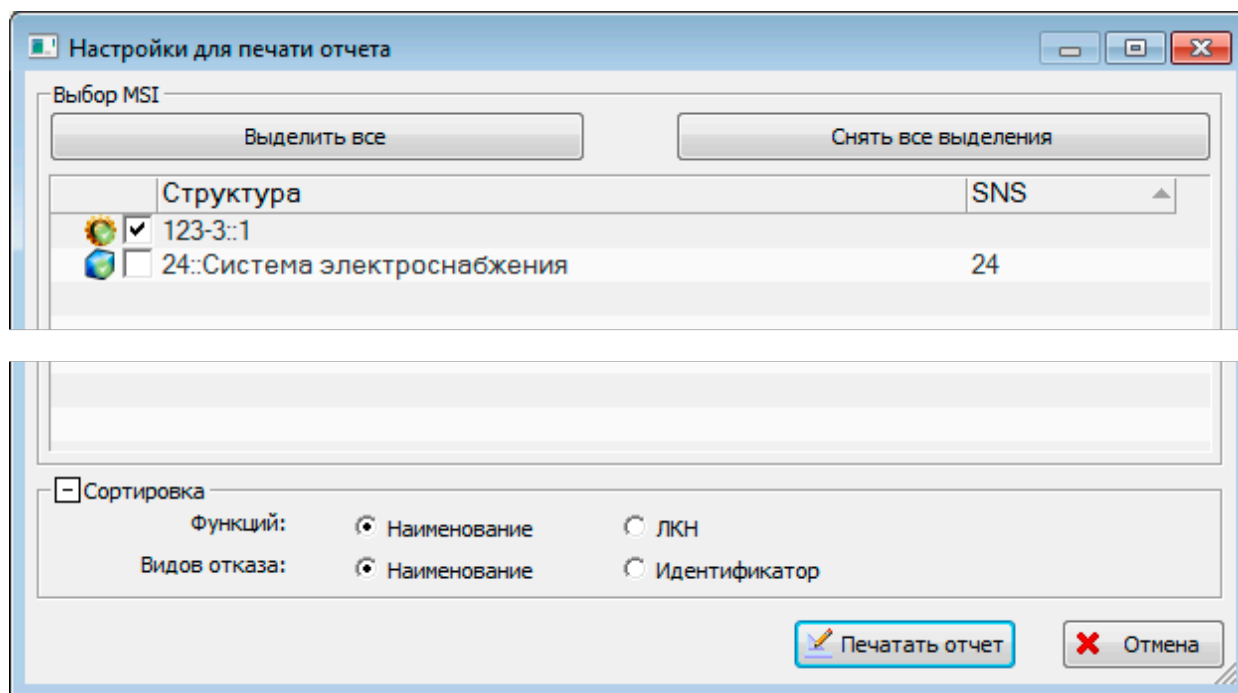

Рис. 11-111 – Диалоговое окно «Настройки для печати отчета»
- 3) В результате откроется диалоговое окно «Настройки для печати отчета» (рис. 11-111).